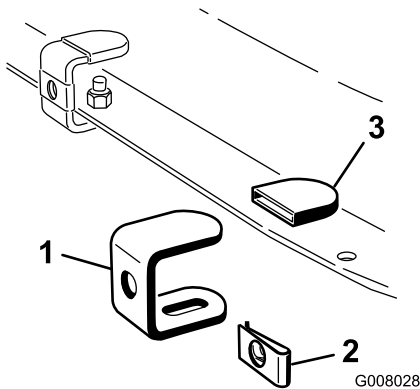

Bild 1
1. Montieren Sie 5 Halterungen wie in (Bild 1) gezeigt mit Hilfe von 5 Gummikappen, Blechmutter und Halterungen.